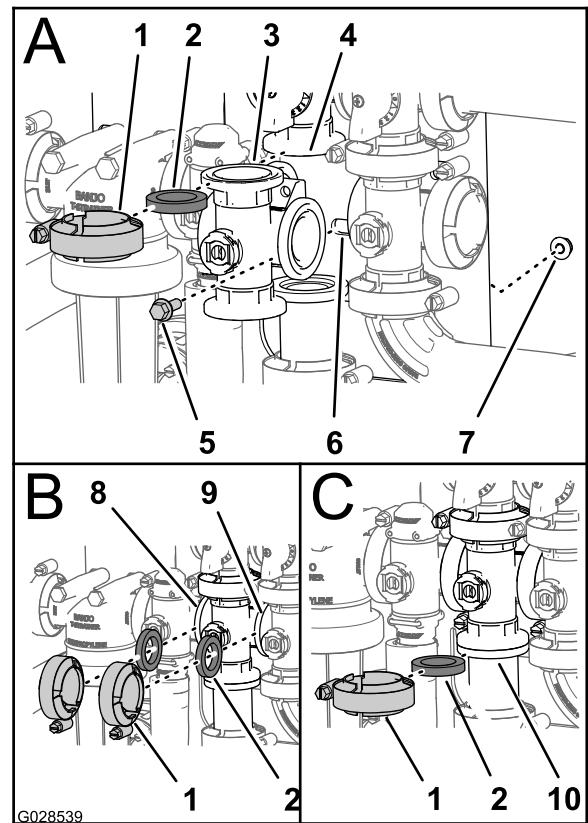

Figura 102
1. Alinee la brida del distribuidor de la válvula de agitación, una junta y la brida del la válvula de desvío de agitación (Figura 102, A).
2. Monte la válvula de desvío de agitación, la junta y el distribuidor de la válvula de agitación con una abrazadera y apriete a mano (Figura 102, A).
3. Alinee una junta entre las bridas del distribuidor de la válvula de control de caudal y el distribuidor de la válvula de agitación (Figura 102, B).
4. Monte la válvula de control de caudal, la junta y el distribuidor de la válvula de agitación con una abrazadera y apriete a mano (Figura 102, B).
5. Alinee una junta entre las bridas del distribuidor de la válvula de agitación y la válvula maestra de los brazos (Figura 102, B).
6. Monte el distribuidor de la válvula de agitación, la junta y la válvula maestra de los brazos con un abrazadera y apriete a mano (Figura 102, B).
7. Alinee una junta entre las bridas del distribuidor de la válvula de agitación y el acoplamiento del adaptador de la válvula de control de agitación (Figura 102, C).
8. Monte el distribuidor de la válvula de agitación, la junta y el acoplamiento del adaptador con un abrazadera y apriete a mano (Figura 102, C).